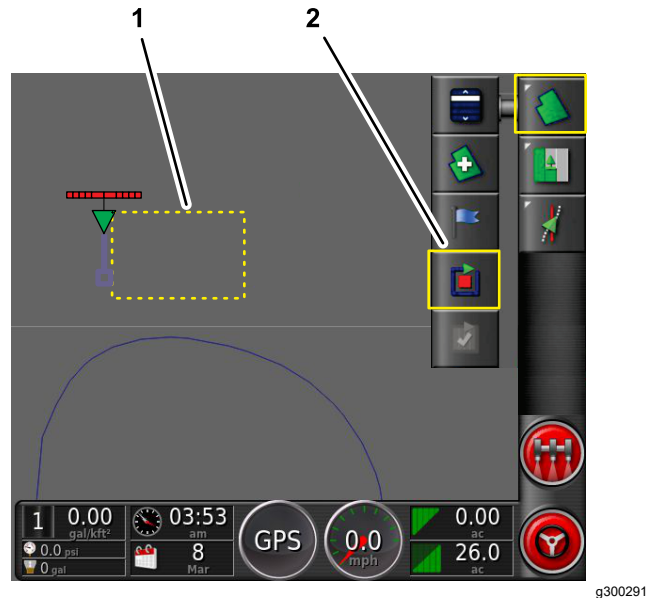

Bild 46
1. Richten Sie den äußeren, mittleren Teil des linken Vorderrads am ersten Punkt der geraden Feldgrenze aus und stoppen Sie die Maschine (Bild 46).